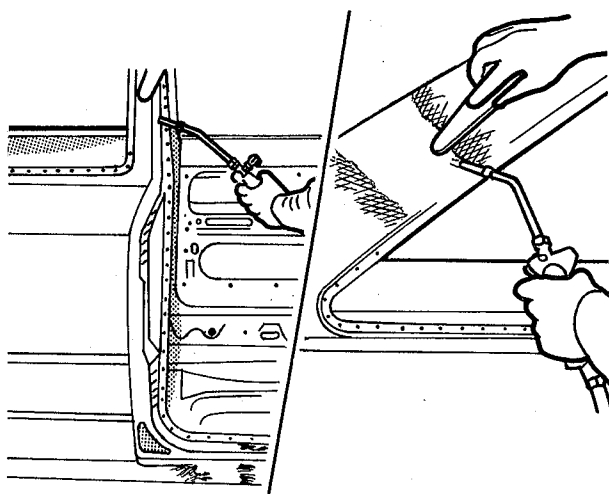

fig. 134
15. Aplicar solda de enchimento — estanho, na costura da união das colunas "B" e "C" e painel da soleira (fig. 134)